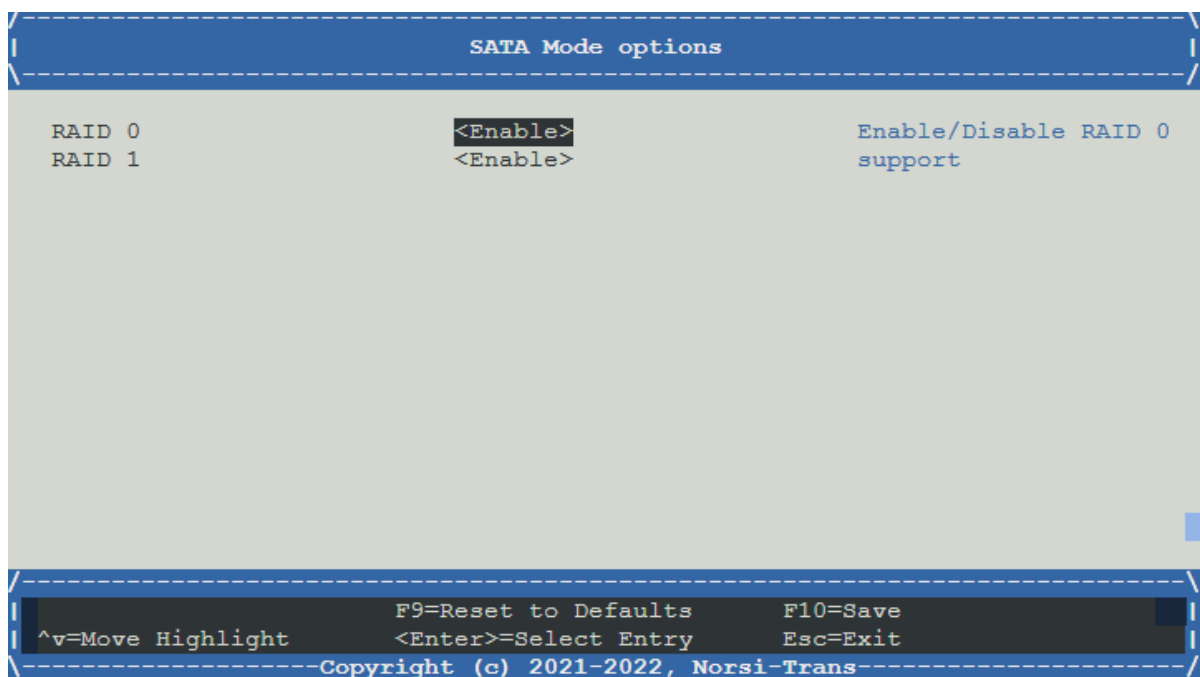

Рис. 68. Меню SATA Mode option
- 3) Во вкладке «PCH sSATA Configuration» перейдите во вкладку «SATA Mode options» и установите «RAID 0» и «RAID 1» в состояние <Enable>. Окно показано на рис. 68 Меню SATA Mode option.